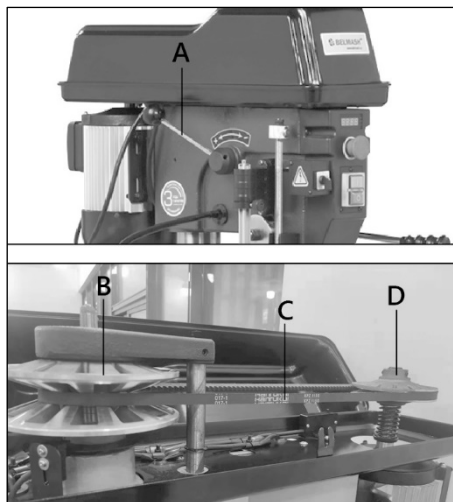

Рисунок 17.
Для замены ремня включите станок, переведите рукоятку регулировки скорости (A) (рис. 17) на максимальное значение (+), отключите станок.